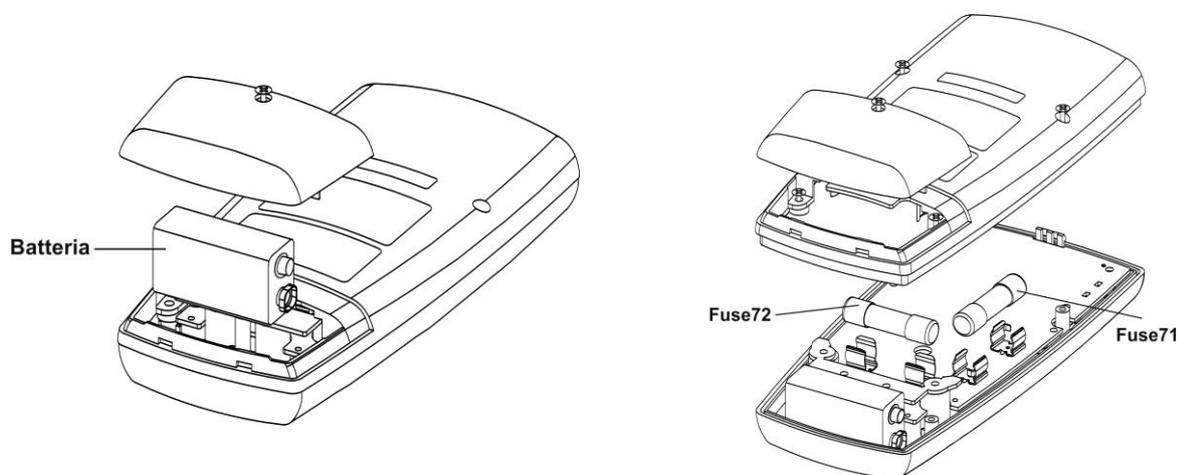

Fig. 11: Substituição da bateria e fusíveis internos
3. Desapertar o parafuso de fixação do alojamento da bateria, e extrair a bateria (ver Fig. 11).
3. Desapertar o parafuso de fixação do alojamento da bateria e os quatro parafusos de fixação do invólucro posterior (ver Fig. 11)